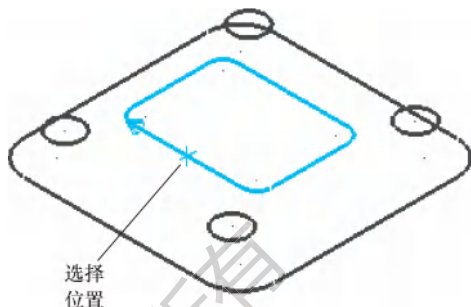

图 10-14 选择加工边界
1) 选择【刀路】/【外形】命令, 系统弹出【线框串连】对话框, 在绘图区如图 10-14 所示的位置选择长方形轮廓线。根据箭头指向判断此时刀具补偿为左补偿, 单击【确定】按钮。